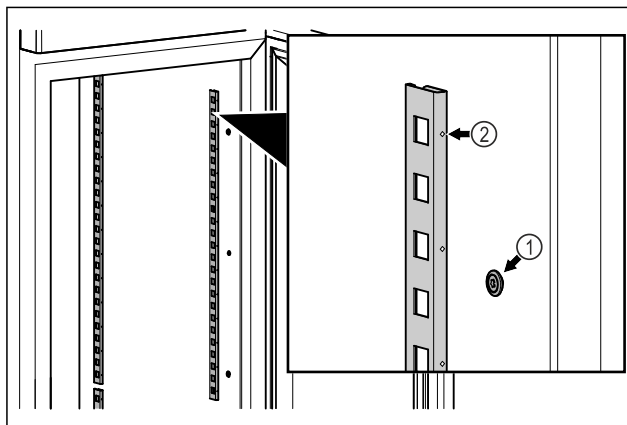

Fig. 15 Simbolična slika
- ▶ Zagozdne letve obesite na Fig. 15 (1) obešalni element. Oznaka Fig. 15 (2) mora biti obrnjena naprej.